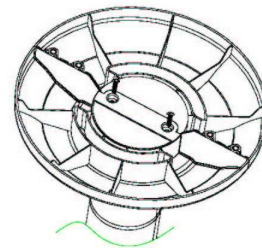

Fig.3
- Posez le socle assemblé sur la base du ventilateur en faisant coïncider les deux trous du socle avec ceux du ventilateur puis fixez les deux parties avec des vis, comme sur la **figure 3**.